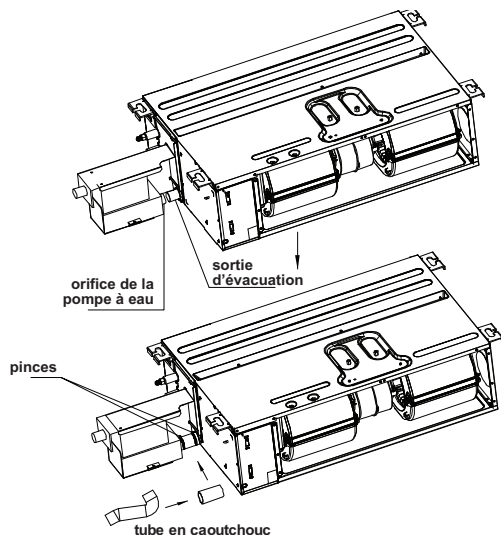

Fig. 30 – Installation de la pompe de relevage de condensat – capacités de 9K à 12K
- Branchez la sortie d'évacuation et la pompe de relevage de condensat en utilisant le tube en caoutchouc et en fixant celui-ci avec des colliers aux deux extrémités (voir la figure 30).